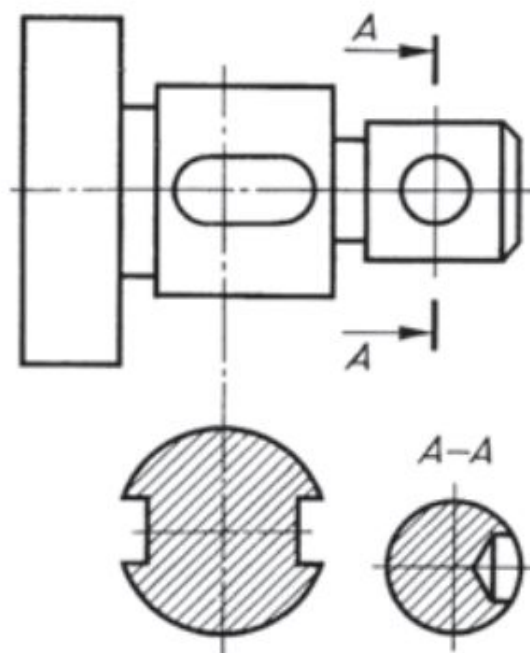
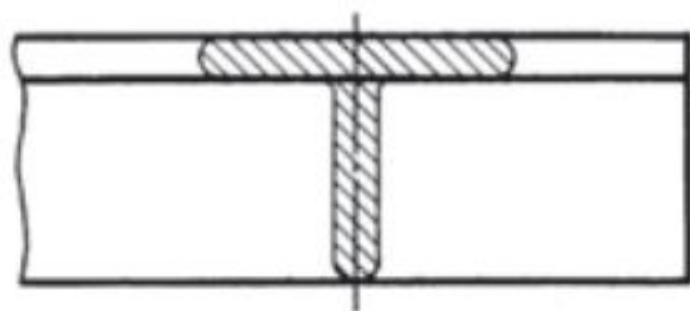
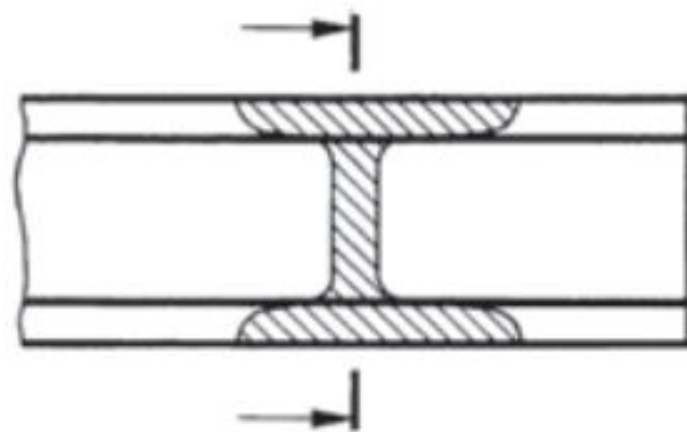

Рис. 170. Вынесенные сечения
Рис. 171. Наложенное симметричное сечение
Рис. 172. Обозначение наложенного несимметричного сечения
22.1. Расположение сечений. По расположению на чертеже сечения разделяются на *вынесенные* и *наложенные*. Вынесенные располагают вне контура изображения детали (рис. 170) на любом месте поля чертежа, наложенные — непосредственно на видах (рис. 171).
Если сечение вынесенное, то, как правило, проводят разомкнутую линию, два утолщенных штриха (см. рис. 170). Стрелками указывают направление взгляда. Их располагают у внешних концов разомкнутой линии. С внешней стороны стрелок наносят одинаковые прописные буквы русского алфавита.
Если сечение представляет собой симметричную фигуру и расположено на продолжении линии сечения (штрихпунктирной), то стрелок и букв не наносят (см. рис. 170).
Наложенное сечение обычно не обозначают (см. рис. 171). Только в том случае, когда оно представляет собой несимметричную фигуру, проводят штрихи разомкнутой линии и стрелки, но буквы не наносят (рис. 172).